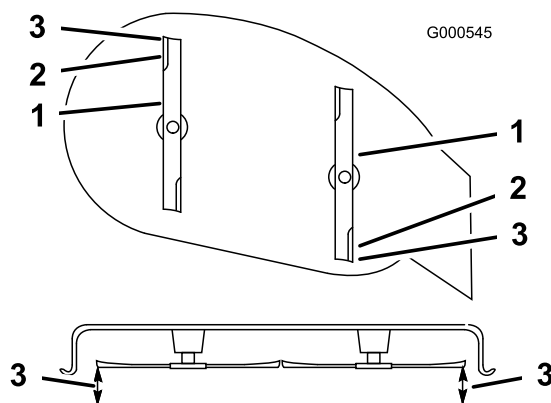

Bild 38
6. Messen Sie zwischen der Oberseite der Messerspitze vorne und hinten und der ebenen Fläche (Bild 38). Stellen Sie die vordere Sicherungsmutter ein, wenn die vordere Schnittmesserspitze nicht um 0 bis 6 mm tiefer als die hintere ist.
Hinweis: Stellen Sie die Mutter ein, bis die vordere Schnittmesserspitze um 0 bis 6 mm tiefer liegt als die hintere Messerspitze (Bild 38).